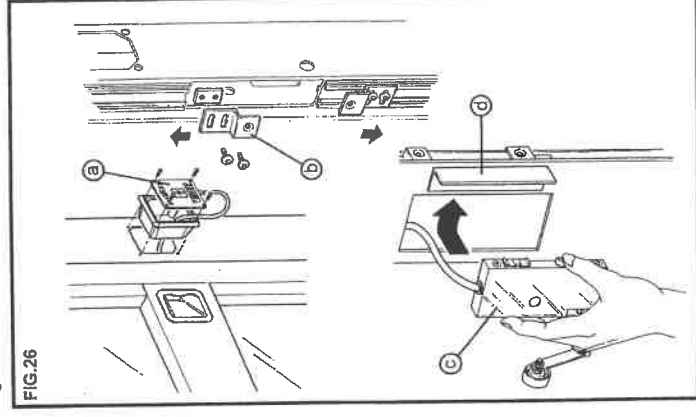

FIG.26
- Montare la pulsantiera (Fig.26/a) sul telaio porta o a muro) facendo arrivare i cavi fino al vano della serratura - Fig.26.
- Fissare le apposite staffe sul montante del telaio porta - Fig.26/b.
- Infilare la serratura (Fig.26/c) nel vano.
Montare la protezione ruota serratura (Fig. 26/d) con biadesivo o silicone.